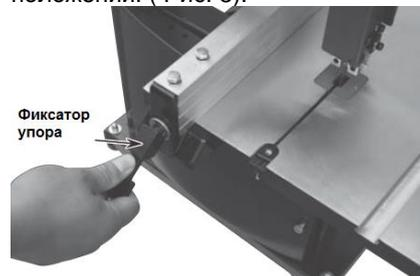

Рис. 8
- Чтобы переместить упор, поднимите фиксатор и сдвиньте упор в нужное положение. Опустив фиксатор, закрепите упор в нужном положении. (Рис. 8).